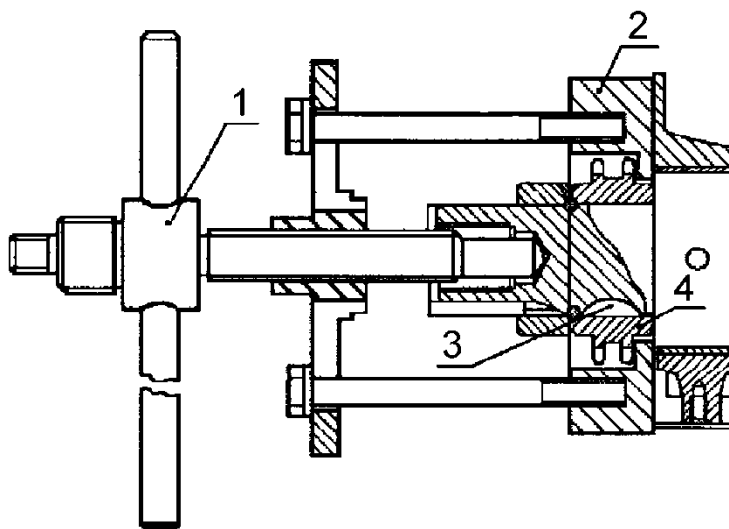

Рисунок 44. Снятие звездочки коленчатого вала:
- спрессовать звездочку с переднего конца коленчатого вала с помощью специального съемника (рис.44), вынуть шпонку звездочки;